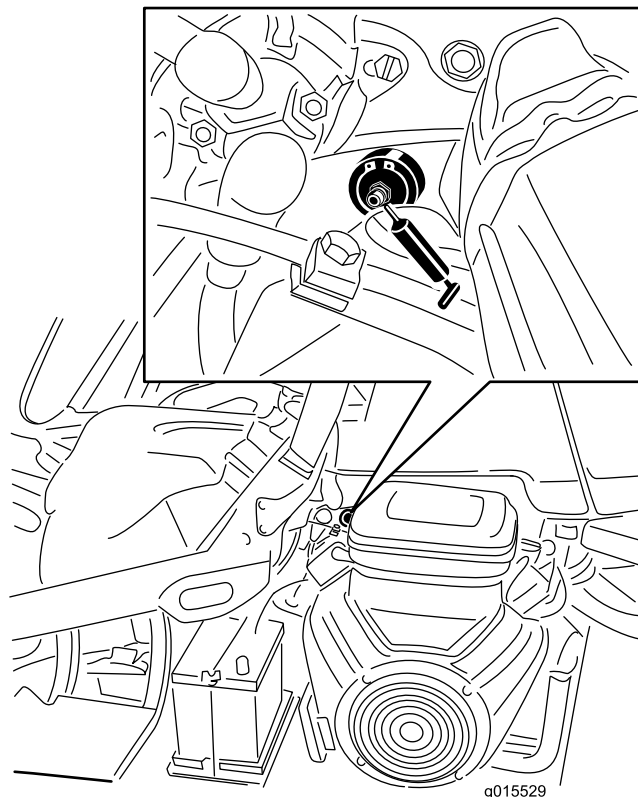

Figura 32
1. Pulite il raccordo di ingrassaggio in modo da non forzare corpi estranei all'interno del cuscinetto o della boccola (Figura 32).